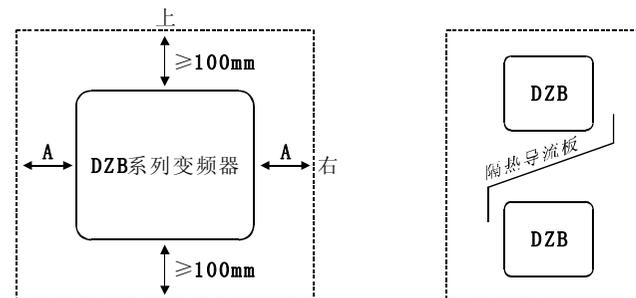

图3-1 DZB系列变频器安装示意图
- 1) 请垂直安装变频器, 便于热量向上散发。但不能倒置。若柜内有较多变频器时, 最好是并排安装。在需要上下安装场合, 请参考图3-1的示意图, 安装隔热导流板。
- 2) 安装空间照图3-1所示。保证变频器的散热空间。但布置时请考虑柜内其他器件的散热情况。